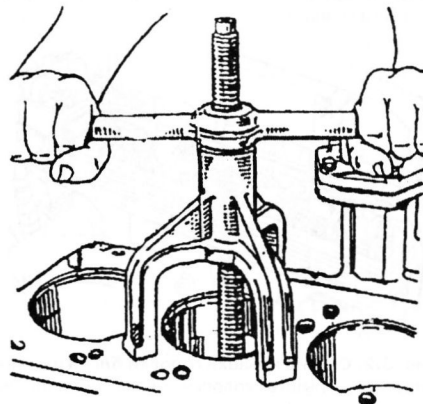

Рис. 3.10. Выпрессовка гильз цилиндров
42. Выпрессовать гильзы (рис. 3.10). Вынуть из канавок блока уплотнительные кольца.